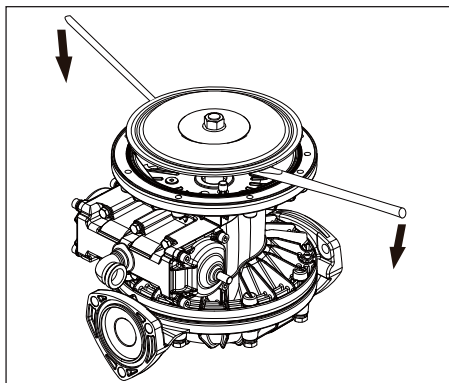

Figure 21
- Tenez le centre de l'intérieur et à disque à l'aide de pinces à tirer de l'autre côté, puis tournez sur la (voir figure 21).